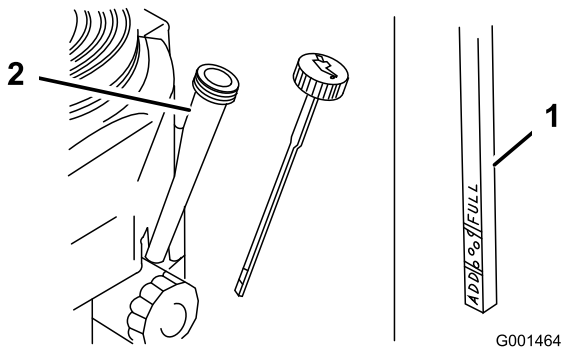

Figura 36
4. Limpie alrededor de la varilla de aceite (Figura 36) para impedir que caiga suciedad por el orificio de llenado y cause daños en el motor.
5. Desenrosque la varilla de aceite y limpie el extremo (Figura 36).
6. Deslice la varilla a fondo en el tubo de llenado, pero no la enrosque en el tubo (Figura 36).
9. Vierta lentamente un 80% aproximadamente de la cantidad especificada de aceite por el tubo de llenado (Figura 36).